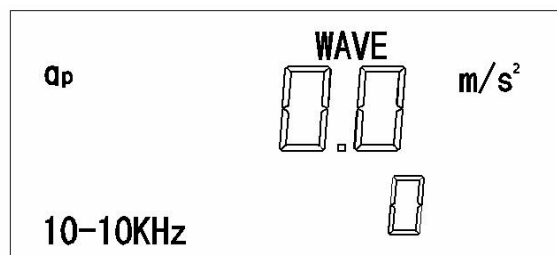

图 3-5
2. 打开仪器开关，大约两秒钟后液晶屏幕上显示为待机状态，见图 3-5；